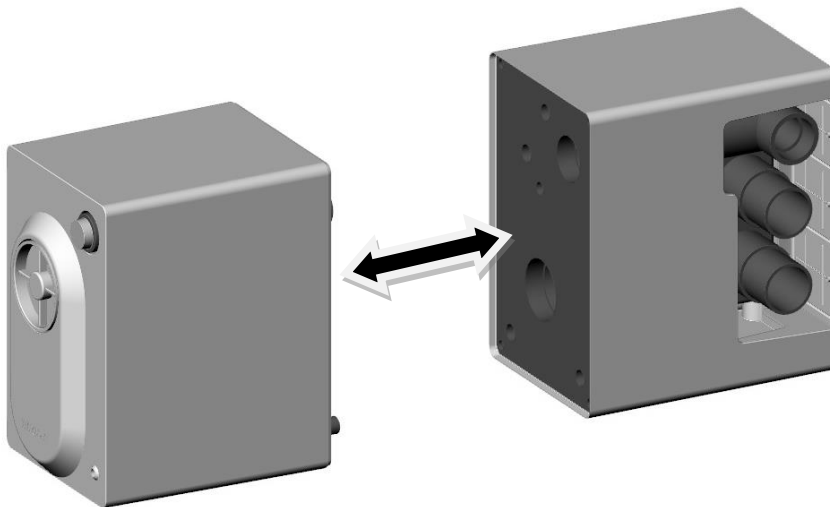

Fig. 11 - SPLIT
5. Retirer l'unité amovible, comme illustré sur la Fig. 11.